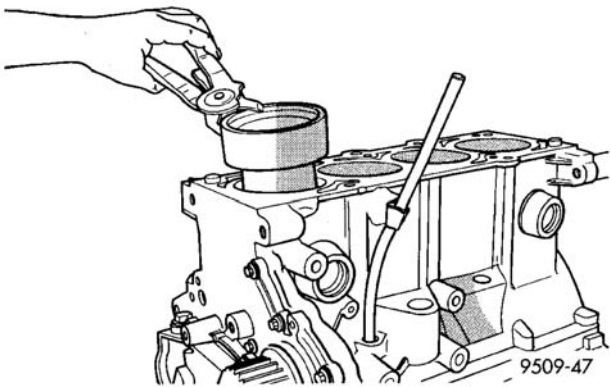

图 68 活塞—安装
- (3) 将活塞头与环浸在干净的机油内，滑动活塞环压缩器到活塞上（图 68）。确定活塞环位置于操作期间没有改变。